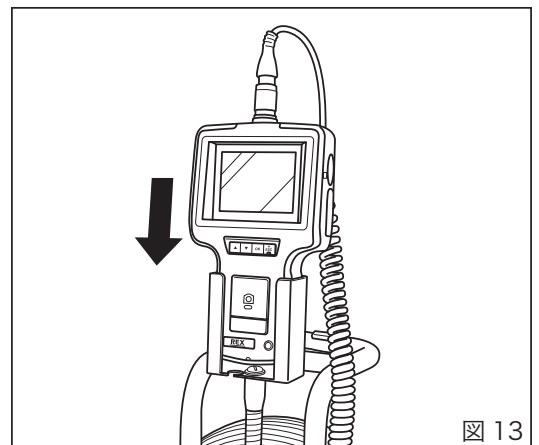

図 13
- ②モニタホルダーにモニタ本体を動かないように取り付け、モニタホルダーを見やすい位置に固定してください。(図 13)